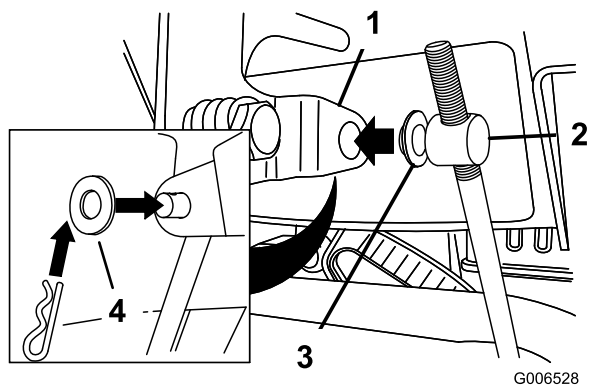

Рисунок 12
3. Извлеките шплинт и снимите внешнюю шайбу с цапфы на верхнем конце штока управления скоростью (Рисунок 12).
Примечание: Для облегчения монтажа оставьте плоскую шайбу на цапфе (Рисунок 12).
6. Поднимите шток управления скоростью и вставьте цапфу в отверстие рычага переключения скоростей (Рисунок 12).
- Отсоедините цапфу от рычага переключения скоростей (Рисунок 12).
- Поверните цапфу на штоке управления скоростью вниз (по часовой стрелке) (Рисунок 12).
- Присоедините цапфу к рычагу переключения скоростей (Рисунок 12).
- B. Отсоедините цапфу от рычага переключения скоростей (Рисунок 12).
- C. Поверните вверх цапфу на штоке управления скоростью (против часовой стрелки) (Рисунок 12).
- D. Присоедините цапфу к рычагу переключения скоростей (Рисунок 12).